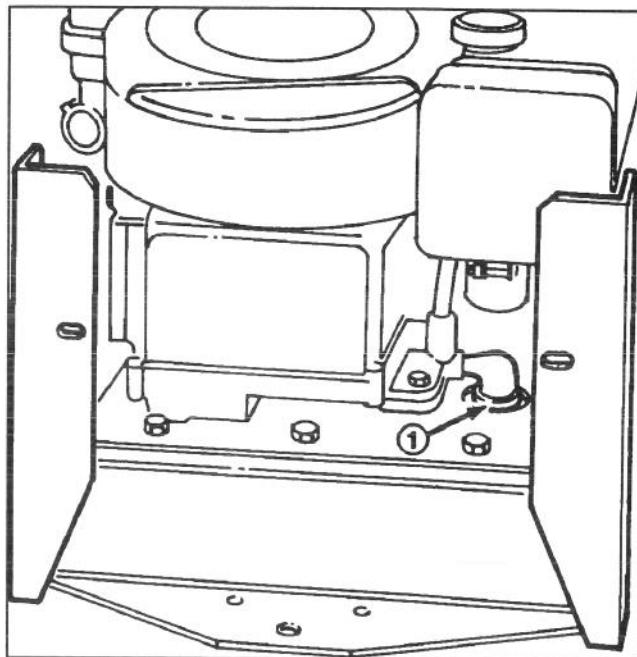

Abbildung 15
- B. Den Motor abstellen und eine Auffangwanne unter die Ablaßschraube (Abb. 15) stellen. Die Ablaßschraube entfernen und das Öl in die Wanne ablaufen lassen. Wenn kein Öl mehr fließt, die Ablaßschraube wieder einsetzen.